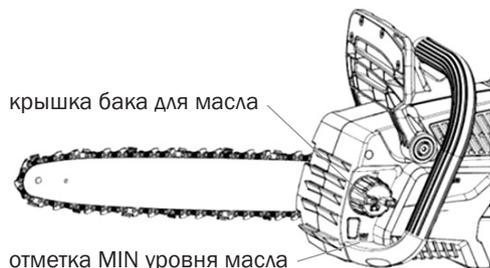

Рис. 2
1. Открутите крышку бака для масла (Рис. 2).
2. Наполните масляный бак маслом для цепи. Уровень масла должен быть выше отметки «MIN» (Рис. 2).